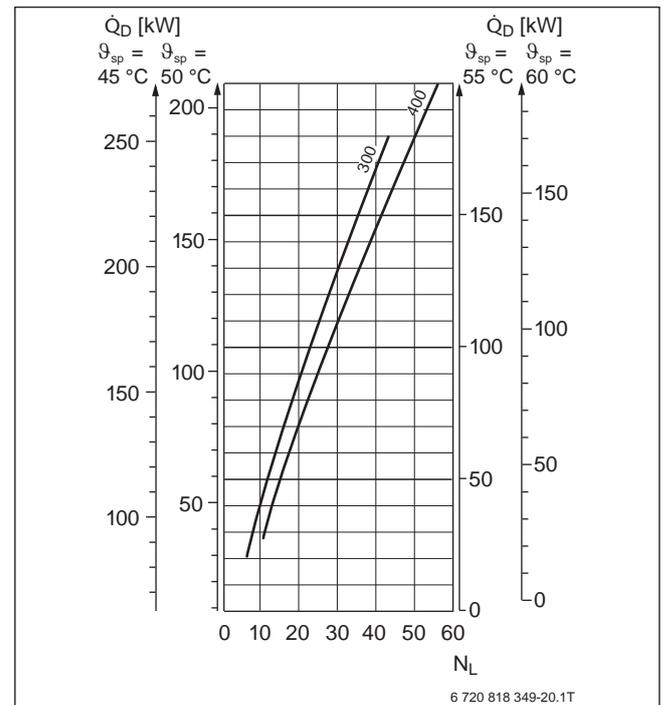

Bild 76 Speicherladesysteme Logalux SF300 und SF400 bei nicht durchlaufender Schichtladepumpe
- **Nicht durchlaufende** Schichtladepumpe → Bild 76, z. B. in Verbindung mit dem Regelgerät Logamatic 4126, 4117 oder Logamatic 4... mit Funktionsmodul FM445